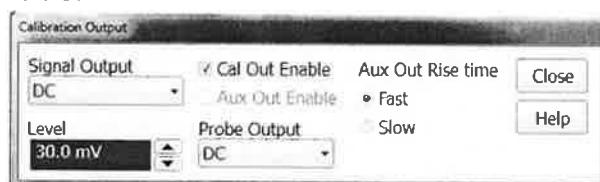

Рисунок 8
8.6.6 Установить на встроенным калибраторе осциллографа (CAL OUT) напряжение плюс 30 мВ, для чего (рисунок 8):